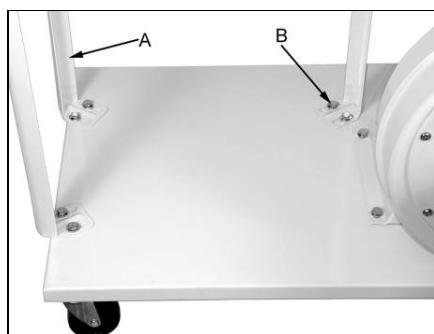

Fig 4
Fixer les 3 entretoises (A, Fig 4) sur le socle avec 6 vis hexagonales (B) et des rondelles.